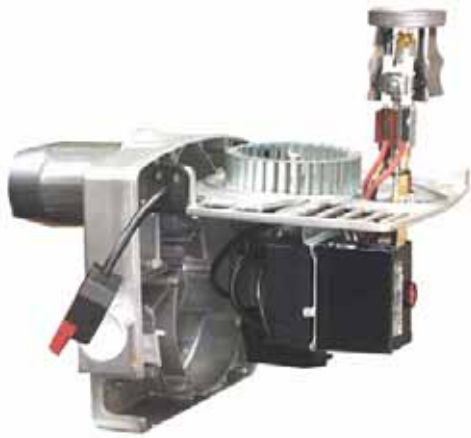
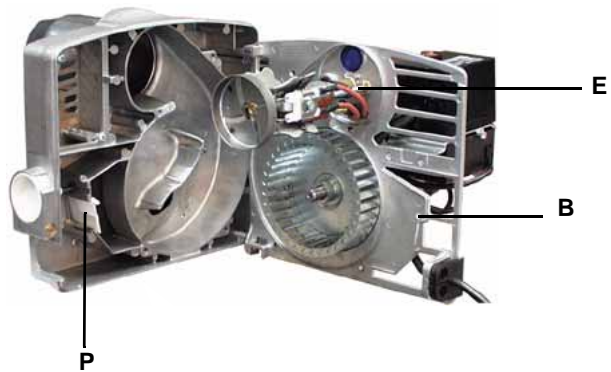

Рис. 13
Рис. 14
- Зацепите плиту одним из способов, показанных на Рис. 13 и Рис. 14 для облегчения операций техобслуживания.
⚠ ВНИМАНИЕ: электроды (**E** на Рис. 14) должны устанавливаться сбоку от головы сгорания.
⚠ ПРИМЕЧАНИЕ: При установке компонентной плиты следите за тем, чтобы штифт заслонки **P** вошел в специальное гнездо **B** (см. Рис. 14).
! **ПРИМЕЧАНИЕ:** При установке компонентной плиты следите за тем, чтобы штифт **P** заслонки вошел в специальное гнездо **B** (см. Рис. 14).